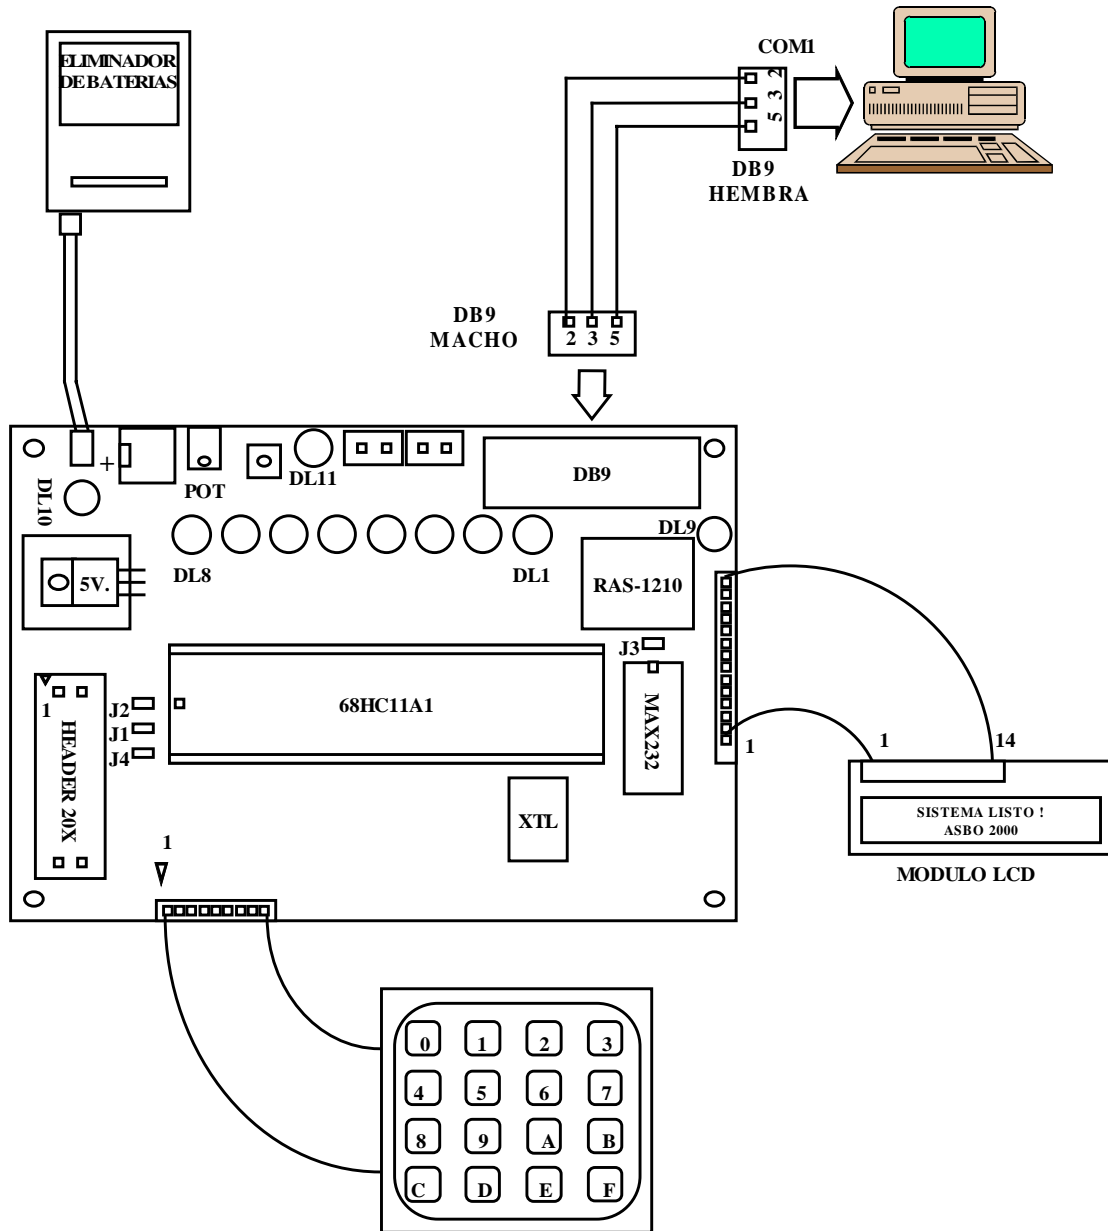

FIGURA 2 : CONEXIONES GENERALES DEL SISTEMA DURANTE LA ETAPA DE DESARROLLO
- Debido a que el 68HC11A1 cuenta con 512 bytes de EEPROM, el usuario puede tener su programa de aplicación grabado en dicha memoria y funcionando en modo AUTORUN en forma rápida. En la figura 2 se muestran los diagramas generales de conexión para el sistema durante la etapa de desarrollo.
Desde este conector, por medio de un cable con la configuración señalada en la figura 2, puede conectarse el ASBO a una computadora PC durante la etapa de desarrollo del sistema. (ver capítulo 4 "Puesta en marcha").